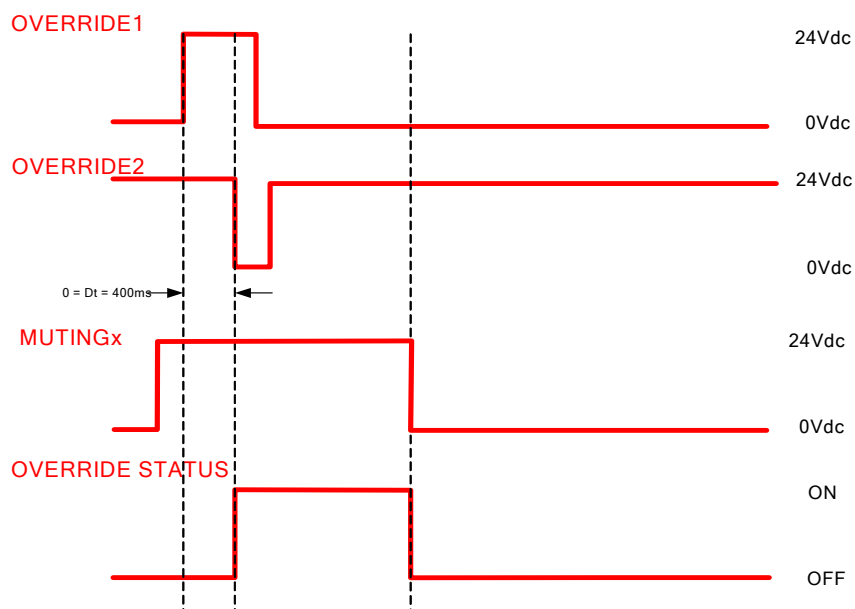
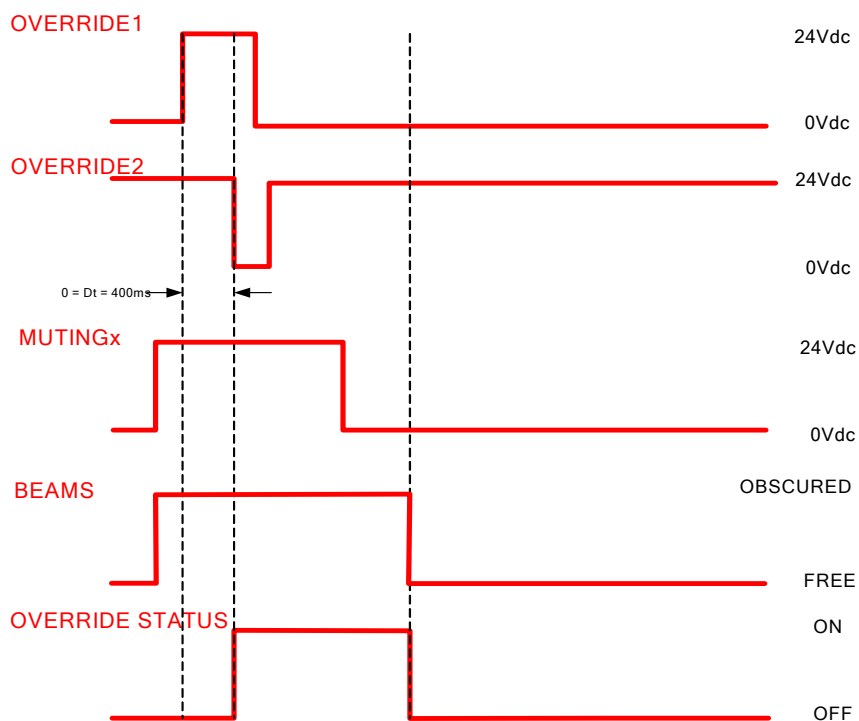

Figure 43
Figure 44
- les détecteurs de Muting sont libres (T-Muting, Figure 43) ou le détecteur de Muting est désactivé et les faisceaux de la barrière ne sont pas coupés (L-Muting, Figure 44).